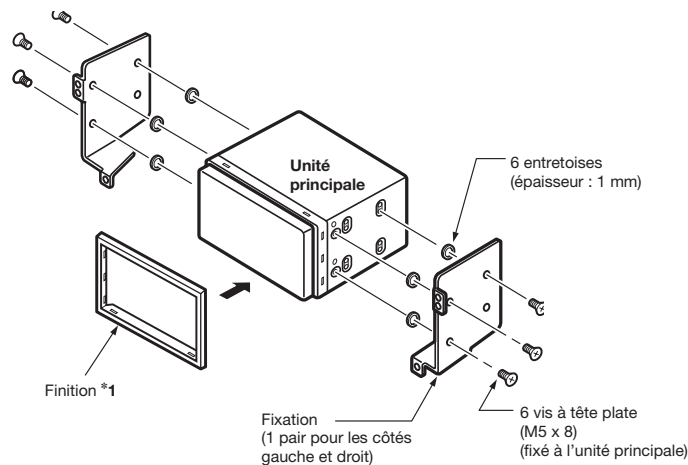

Figure 3
- Lorsque vous installez l'unité principale dans des véhicules NISSAN, servez-vous des pièces fournies avec l'unité et suivez les instructions indiquées à la figure 3.